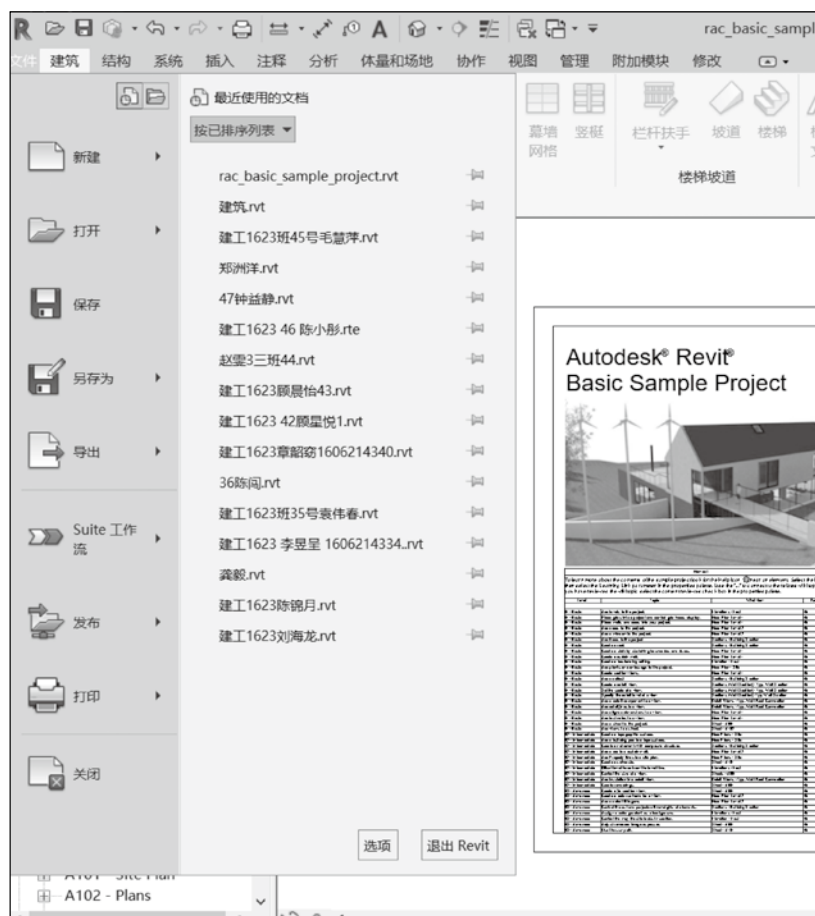

图 1.1.4 应用程序菜单
(3) 单击左上角的“应用程序菜单”图标，可以打开应用程序下拉菜单，如图 1.1.4 所示。与 Autodesk 的其他软件一样，其中包含“新建”“打开”“保存”和“导出”等命令。右侧默认显示最近打开过的文件。